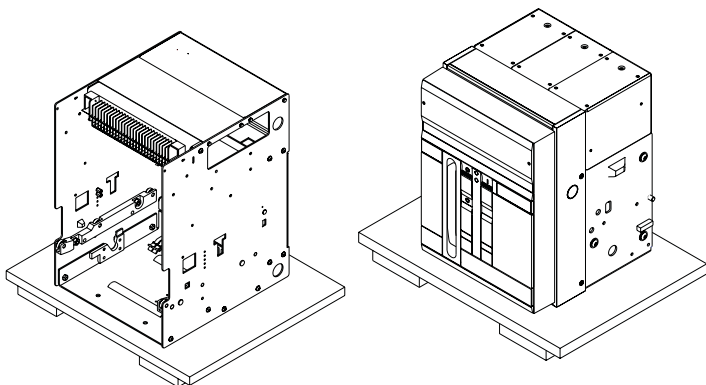

Fig. 6
- Colocar el interruptor y su parte fija en una superficie horizontal, sobre una plataforma y nunca directamente en contacto con el suelo (fig. 6).
- Place the circuit-breaker and any fixed part on a horizontal surface not in direct contact with the floor, but on a suitable support (fig. 6)